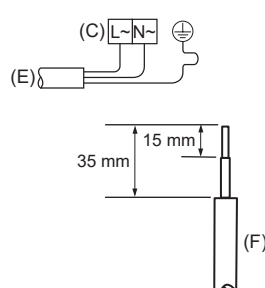
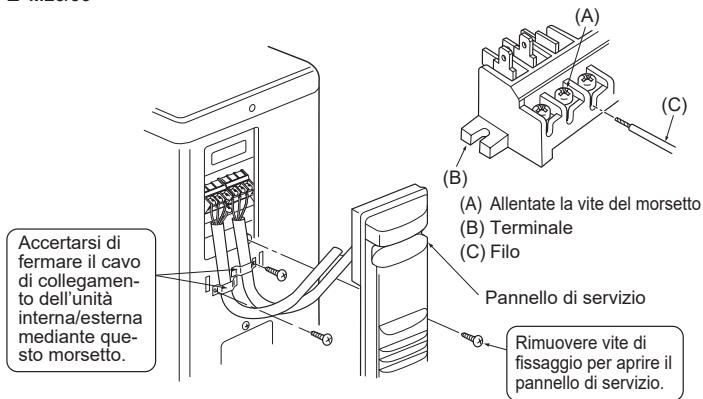
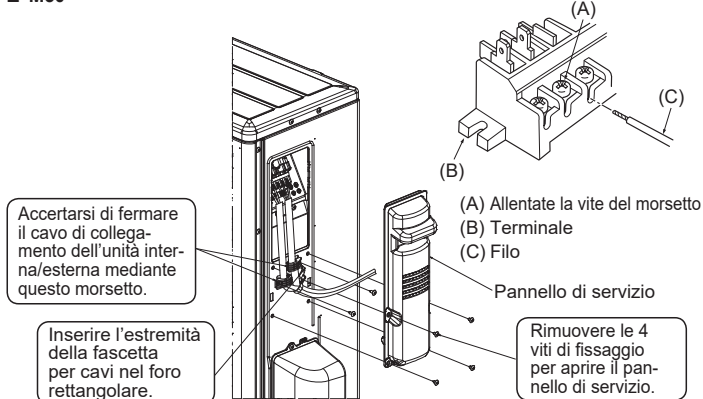
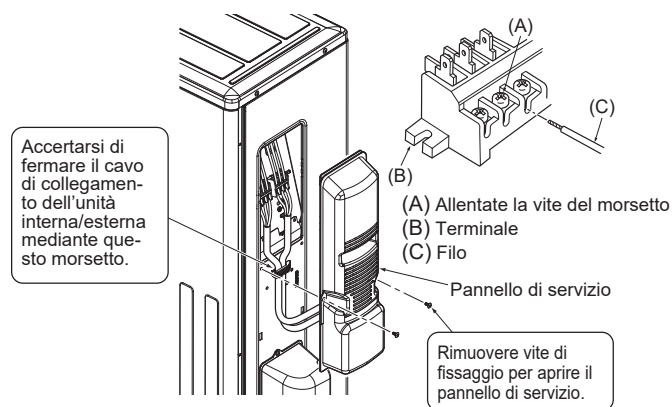

Fig. 6-2
Fig. 6-3
Fig. 6-4
Fig. 6-5
6.1. Unità esterna (Fig. 6-1, Fig. 6-2, Fig. 6-3, Fig. 6-4, Fig. 6-5)
(1) Rimuovere il pannello di servizio.
(2) Collegare i cavi facendo riferimento alla Fig. 6-1, Fig. 6-2, Fig. 6-3, Fig. 6-4 e Fig. 6-5.
- Eseguire i collegamenti elettrici seguendo lo schema ripreso qui sotto a sinistra (Procurarsi il cavo localmente). (Fig. 6-2)
- (A) Cavo di collegamento
- (B) Terminali interna
- (C) Terminali esterna
- (D) Installare sempre un filo di terra più lungo degli altri cavi.
- (E) Cavo di alimentazione
- (F) Filo